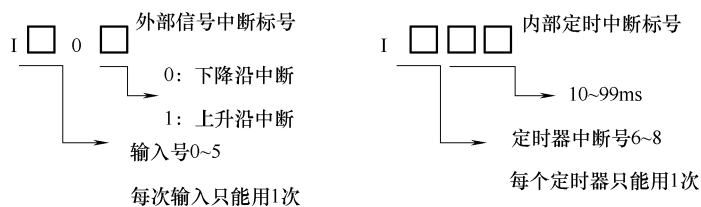

图 5-47 中断指针的分类
2) 当中断源是以一定时间间隔产生的内部中断信号时，使用 I6□□~I8□□共 3 点。其分类如图 5-47 所示。